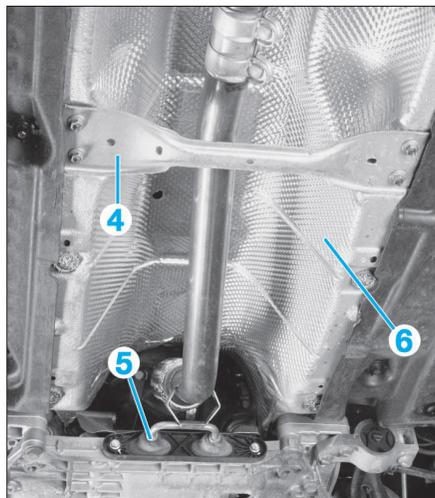

FIG. 12
- Déposer (Fig.12) :
- la traverse avant (4) du plancher.
- le support de catalyseur (5) et attacher le catalyseur en hauteur.